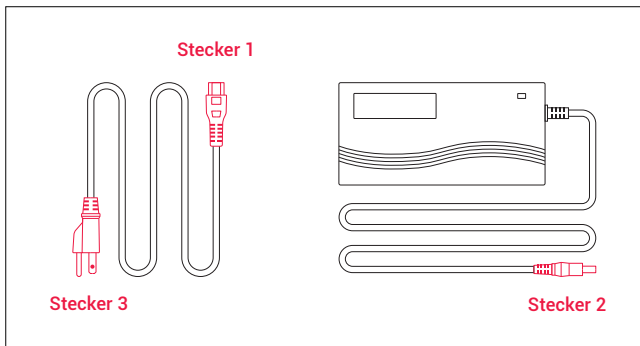

Abbildung 8
**Schritt 2:** Bauen Sie das Ladegerät wie in Abbildung 8 (Seite 30) gezeigt zusammen, indem Sie den Stecker (Stecker 1) in den Transformator stecken.